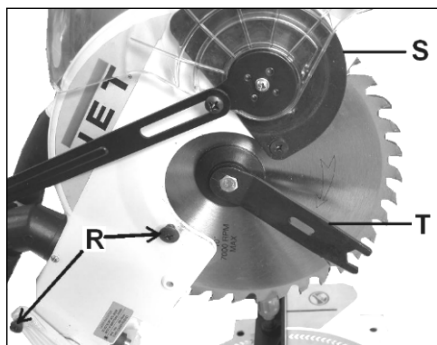

Рис. 8
Пильный диск можно менять только при отключенном от сети станке (выньте вилку из розетки)! Снимите защитный кожух пилы (S, Рис. 8), отвинтив два винта (R) сбоку и отстегнув защитный кожух (S).
Снимите внешний крепежный фланец. Замените пильный диск (J, Рис. 1). Зубья пилы должны быть направлены в ту же сторону, что и стрелка на защитном кожухе. Перед установкой нового пильного диска фланцы следует почистить. Установите внешний крепежный фланец на место и затяните крепежный винт. Установите на место пластиковый защитный кожух и затяните два винта (R, Рис. 8).